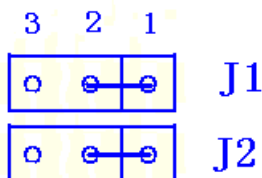
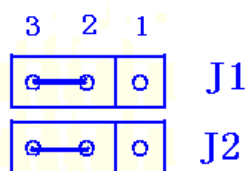

图 1
图 2
- 3、激光控制电源(10脚-LASER_VCC(5V),29脚-LASER_GND),此电源如果采用外界电源,则在10脚接5V电源,29脚接5V电源地。同时用两个短路帽分别将单板上J1和J2的1和2脚短路(如图1)。如果采用板上电源,则10脚和29脚悬空,用两个短路帽分别将单板上J1和J2的2和3脚短路(如图2)。